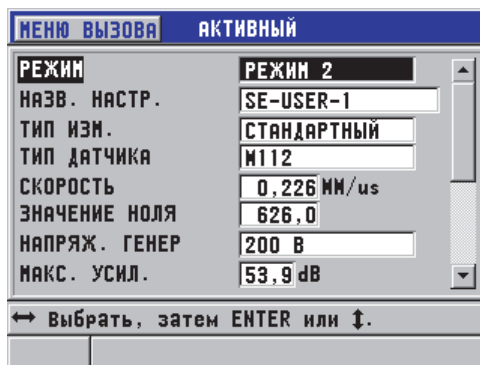

Рис. 10-1 Экран АКТИВНЫЙ для настройки одноэлементного ПЭП
5. В окне **АКТИВНЫЙ** (см. Рис. 10-1 на стр. 184):